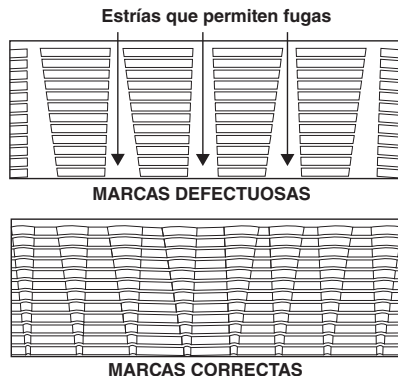

**Figura 8 – Marcas de expansión dentro del extremo del tubo expandido**
- Rápidamente mire el interior del tubo expandido. Confirme que el tubo no contenga suciedad, residuos o lubricante del cabezal. Si fuera necesario, limpie el interior del tubo con un paño. Inspeccione las marcas de expansión dentro del extremo del tubo. Las marcas deben solaparse (vea la Figura 8), lo cual reduce la posible formación de estrías por donde se producirían fugas.